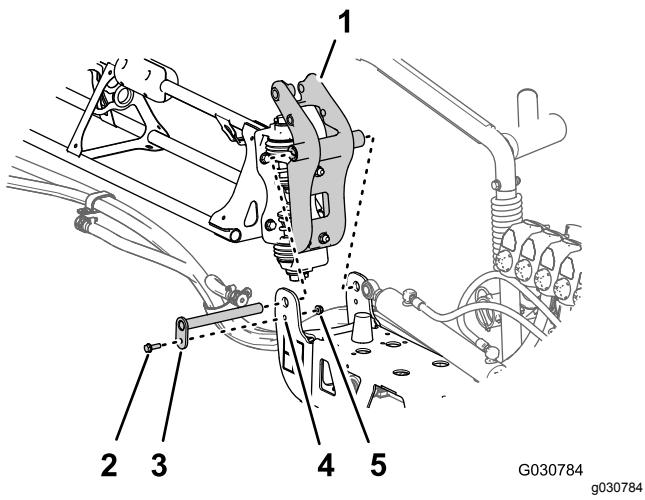

图123
- 3. 将枢轴接头内的轴套与外侧喷洒段末端处枢轴支架的法兰对齐 图123。